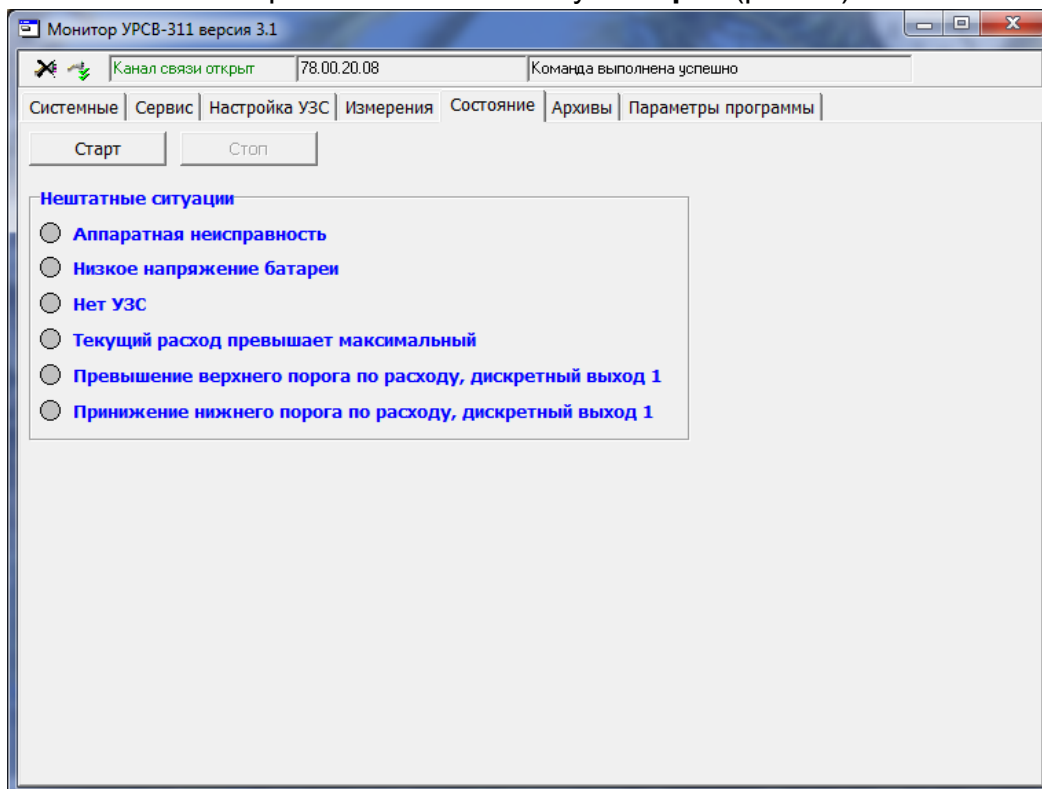

Рис.11. Окно «Состояние» программы «Монитор УРСВ-311».
4.1.5. Текущее состояние расходомера индицируется во вкладке «Состояние» при нажатии на кнопку «Старт» (рис.11).